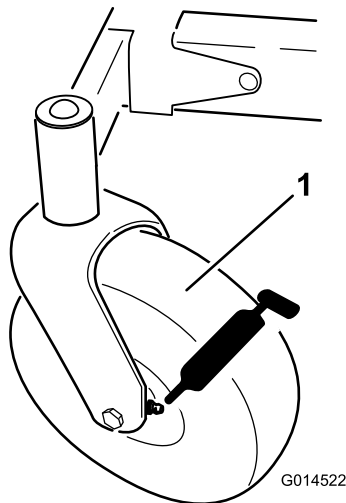
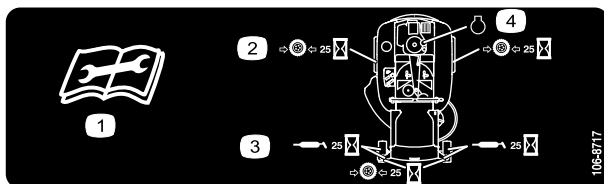

Figura 32
Figura 33
3. Pulite i raccordi d'ingrassaggio (Figura 32 e Figura 33) con un panno.
4. Collegate un ingrassatore a pressione a ciascun ingrassatore (Figura 32 e Figura 33).